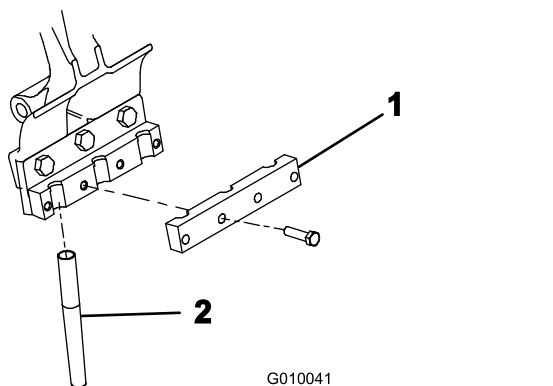

**Figure 23**
- Montez les protège-gazon sur leurs supports au moyen de 4 barrettes de fixation et 12 écrous à embase (Figure 23). Ne serrez pas les fixations.
**Remarque:** À la livraison, les barrettes de fixation des protège-gazon et les écrous à embase sont fixés aux supports des protège-gazon (Figure 23).